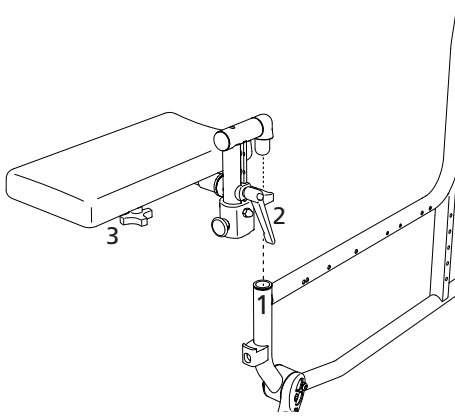

fig.50
2. Afferrare l'imbottitura del supporto per amputati e portarla dall'alto dentro il tubo del telaio (1, fig. 50).
1. allentare la leva di blocco ruotando in senso antiorario (2, fig. 50).
1. Allentare la manopola a stella (3, fig. 50).